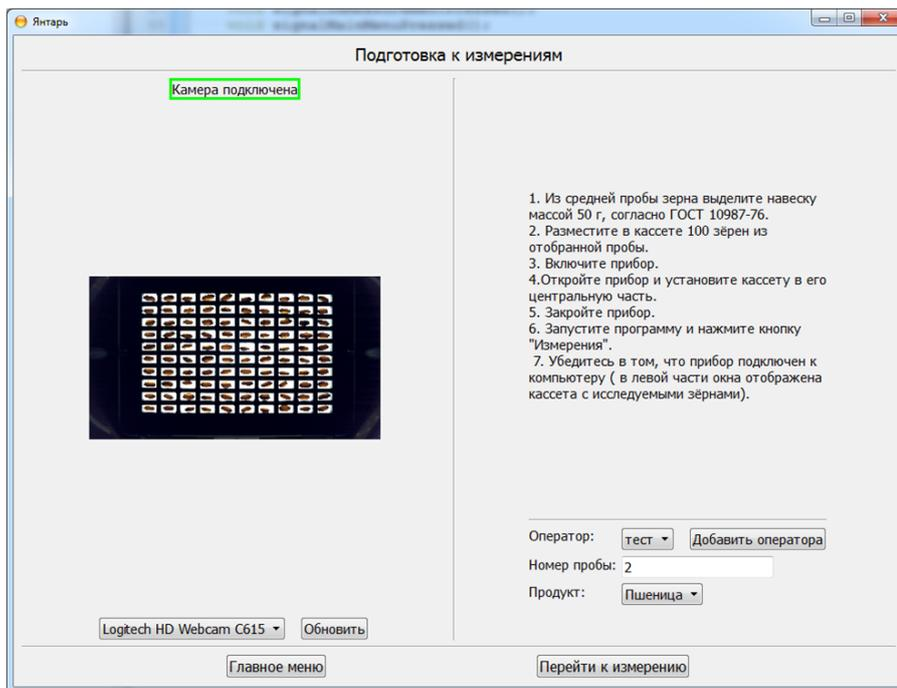

Рисунок 6.2. Подготовка к измерениям
- На экране откроется окно «Подготовка к измерениям» (Рисунок 6.2). В левой части окна отобразится изображение кассеты, полученное с камеры диафаноскопа в данный момент. Если изображение кассеты не отображается, то необходимо нажать кнопку «Обновить». Программа обнаружит все установленные камеры на данном компьютере, добавит их в выпадающий список вариантов выбора камеры и автоматически выберет активную камеру, установленную в диафаноскопе –Logitech HD Webcam C615. В правой части окна отображена информация о порядке работы с диафаноскопом и строки, которые необходимо заполнить: